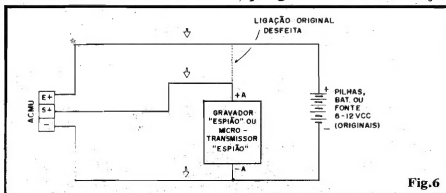

Fig. 6
- FIG. 6 - OUTRAS POSSIBILIDADES APLICATIVAS - Conforme sugerimos lá no começo da presente matéria, um dos pontos mais interessantes de utilização da ACMU envolve o controle automático de dispositivos que, por qualquer razão, só devam funcionar na "presença" de vozes próximas... Gravadores, transmissores, etc., são um campo fértil para tais possibilidades... O diagrama indica - num exemplo bastante elucidativo - como um "micro-transmissor" ou um pequeno gravador, destinados à "espionagem", poderão ser acionados "só se houver o quê transmitir ou o quê gravar"! Se a alimentação